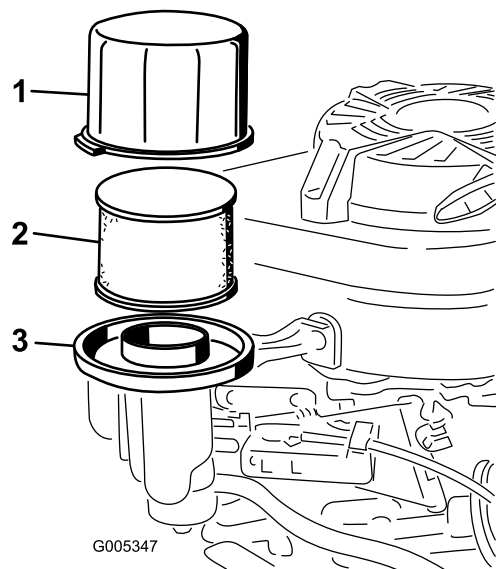

Bild 23
3. Entfernen Sie die Abdeckung und reinigen Sie sie gründlich (Bild 23).
4. Nehmen Sie den Schaumvorfilter und den Papierluftfilter aus dem Luftfilterunterteil heraus (Bild 23).